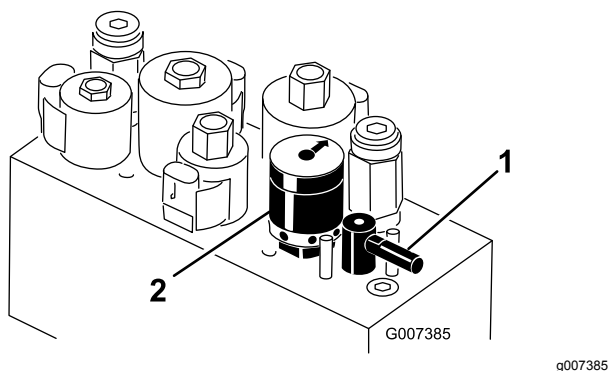

Figura 58
5. Rode a alavanca de retificação para a posição “R” (Figura 58).
6. Rode o controlo da velocidade dos cilindros para a posição 1 (Figura 58).